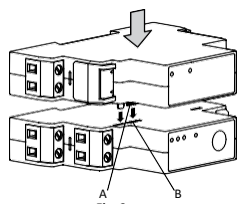
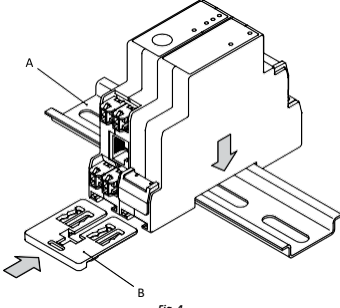

Fig. 3
Fig. 4
Podłącz dodatek Shelly Pro 3EM Switch Add-on do urządzenia Shelly Pro 3EM, jak pokazano na rys. 3.
UWAGA! Zachowaj ostrożność, aby nie zgubić pinów nagłówka urządzenia (rys. 3(A)) podczas wstawiania ich do złącza nagłówka urządzenia Shelly Pro 3EM (rys. 3(B)). Umieść Shelly Pro 3EM z dołączonym dodatkiem Shelly Switch na szynie DIN rys. 4(A) i wóń dostarczony podwójny wspornik montażowy rys. 4(B), aby przymocować dołączone urządzenia do szyny DIN.